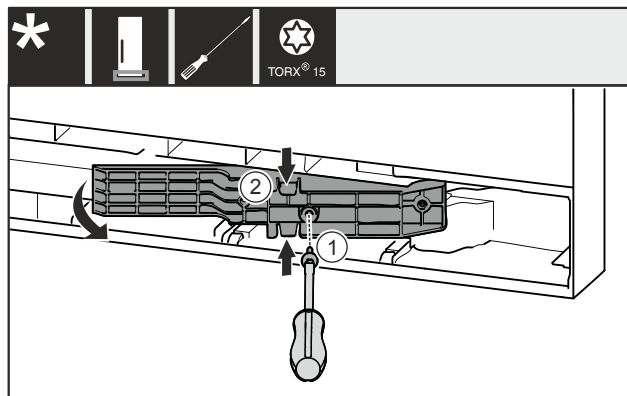

Fig. 12 *
- Odstranite vijak Fig. 12 (1)*
- Potisnite prilagodilnik Fig. 12 (2) zgoraj in spodaj rahlo skupaj in odstranite.*